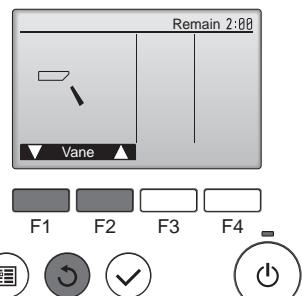

Fig. 5-6
- ① С помощью кнопок [F1] [F2] проверьте работу заслонки в автоматическом режиме. (Fig. 5-6)
- ② Нажмите кнопку для возврата в режим "Test run" (Тестовый прогон).
- ③ Нажмите кнопку .